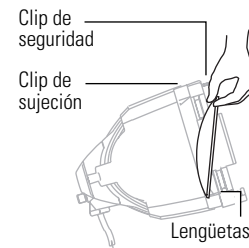

Figura 5
1. Posicione la luminaria con la parte frontal de la unidad (el lado de la lente) frente a Ud. y levemente inclinado. Ver la **Figura 5**.
3. Sujete la lente desde el borde, y posicónela de manera que el lado convexo esté de frente a la parte trasera de la luminaria. Ver la **Figura 5**.